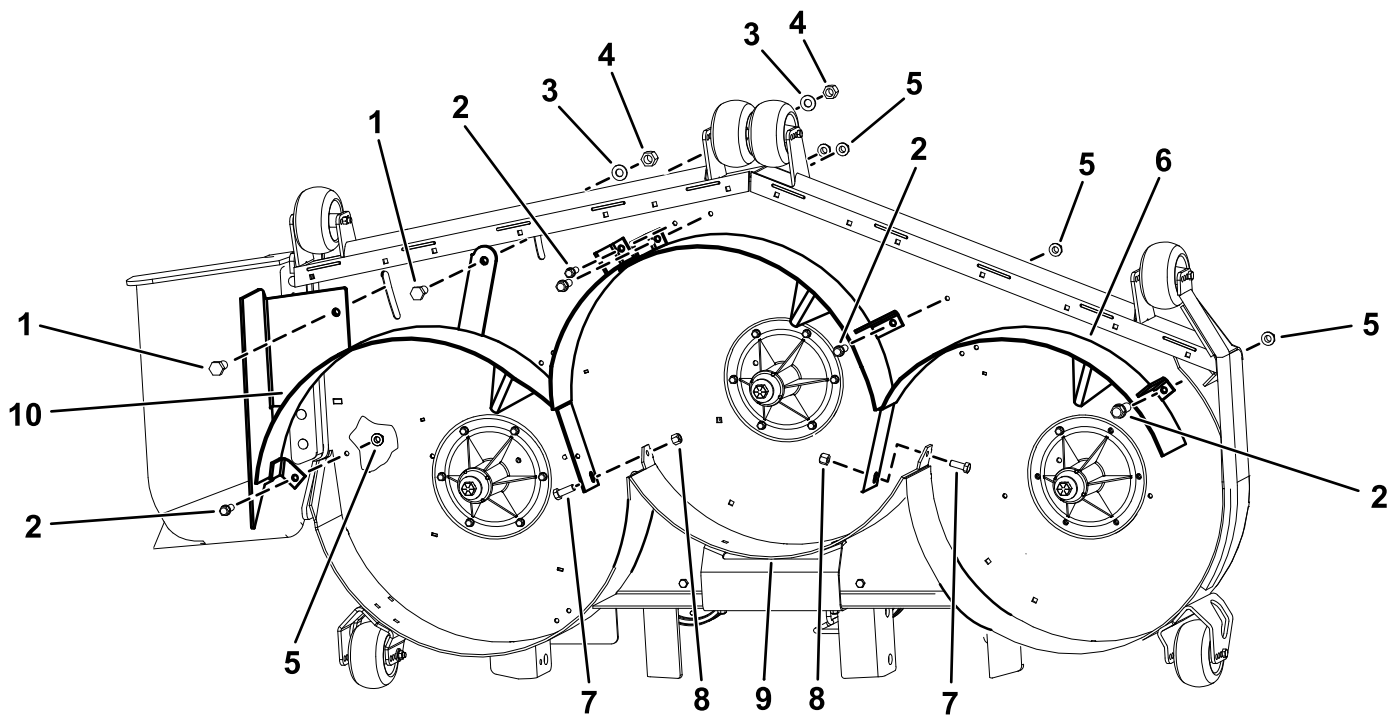

Figura 4
1. Montate il deflettore destro sul piatto (Figura 4).
2. Fissate, senza serrare, il deflettore destro sulla parte superiore del piatto di taglio con 2 bulloni ($\frac{1}{2}$ " x 1"), 2 bulloni senza dado ($\frac{3}{8}$ " x 1"), 2 dadi ($\frac{1}{2}$ "), 2 rondelle ($\frac{1}{2}$ ") e 2 dadi flangiati ($\frac{3}{8}$ ") come illustrato nella Figura 4.
3. Fissate senza serrare il deflettore destro al deflettore posteriore utilizzando 1 bullone ($\frac{3}{8}$ " x 1") e 1 dado ($\frac{3}{8}$ "), come illustrato nella Figura 4.
4. Montate il deflettore sinistro sul piatto (Figura 4).
5. Fissate, senza serrare, il deflettore sinistro sulla parte superiore del piatto di taglio con 3 bulloni senza dado ($\frac{3}{8}$ " x 1") e 3 dadi flangiati ($\frac{3}{8}$ ") come illustrato nella Figura 4.
6. Fissate senza serrare il deflettore sinistro al deflettore posteriore utilizzando 1 bullone ($\frac{3}{8}$ " x 1") e 1 dado ($\frac{3}{8}$ "), come illustrato nella Figura 4.